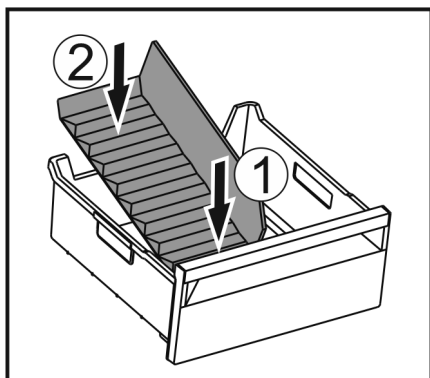

Fig. 100
- ▶ Introduceți partea frontală a separatorului pentru compartimentul de gheață. Fig. 100 (1)
- ▶ Coborâți partea posterioară a separatorului pentru compartimentul de gheață până la baza sertarului. Fig. 100 (2)